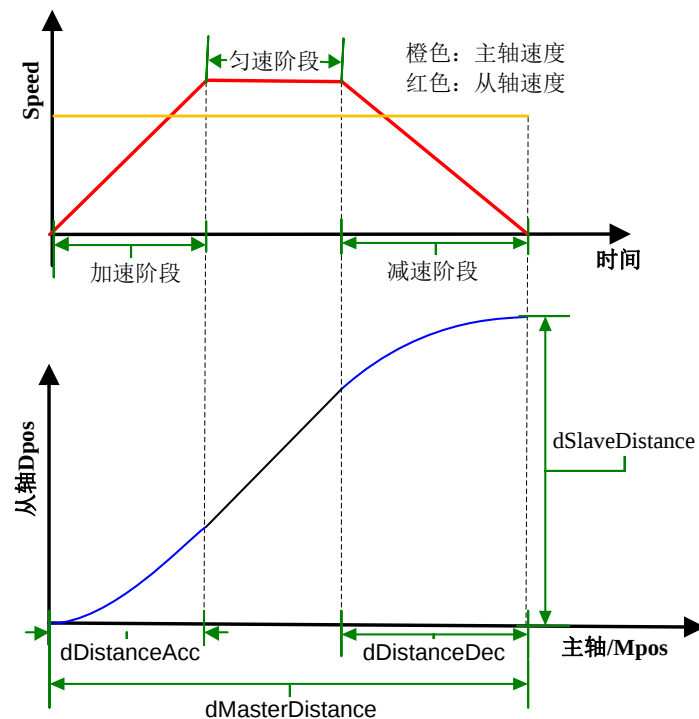

图 112 主/从轴示意图
该指令可按照设定的关系生成主从轴位置数据，位置数据保存在数组中，可被凸轮指令使用，控制从轴跟随主轴按一定规律运动。使用该指令所生成的主从轴位置数据，当凸轮主轴匀速运动时，主从轴曲线如图 112 所示。该运动带有分离可变的加减速阶段。
- （2）当 $dDistanceAcc + dDistanceDec = dMasterDistance$ 时，图 112 中凸轮从轴将无匀速阶段，此时凸轮主从轴曲线如下：
(3) 当 $dDistanceAcc$ 、 $dDistanceDec$ 均为零时，即无分离的加、减速时，此时的联动等效于电子齿轮，图 112 中的凸轮主从轴曲线如下：
(4) 若 `dSlavetDistance` 为 0，当凸轮主轴在设定区域运动时，从轴将暂停等待。图 112 中的凸轮主从轴曲线如下：